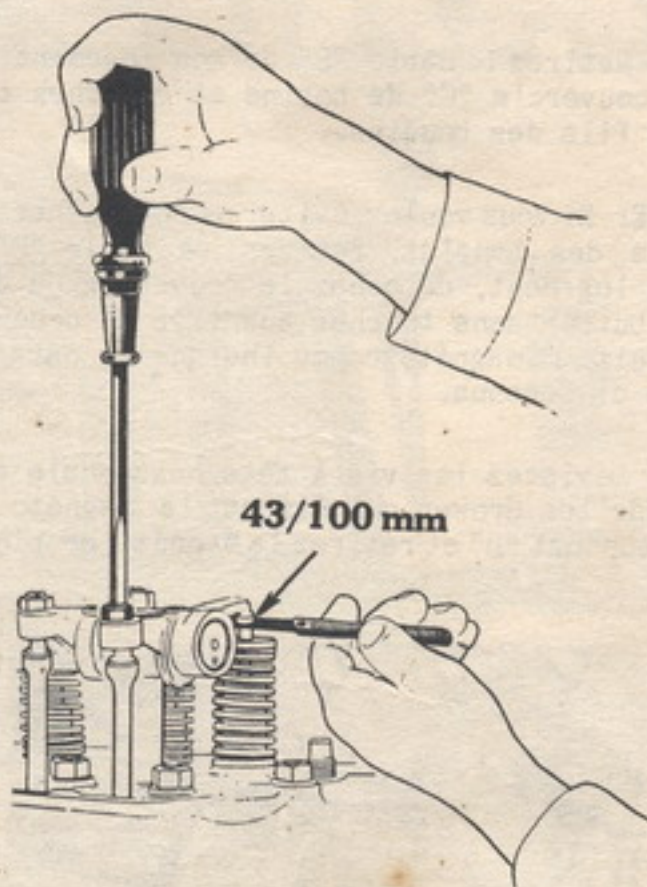

Figure 32
(5) Desserrez le contre-écrou et réglez la vis du culbuteur de façon que la jauge glisse sans jeu entre l'extrémité de la queue de soupape et le doigt du culbuteur (voir figure 32).
(6) Bloquez le contre-écrou et vérifiez à nouveau le jeu.
(7) Faites tourner le moteur d'un demi-tour à la fois et vérifiez le jeu des soupapes de chaque cylindre en réglant si nécessaire. Pour faire cette opération, procédez dans l'ordre d'allumage du moteur, c'est-à-dire 1, 3, 4, 2.